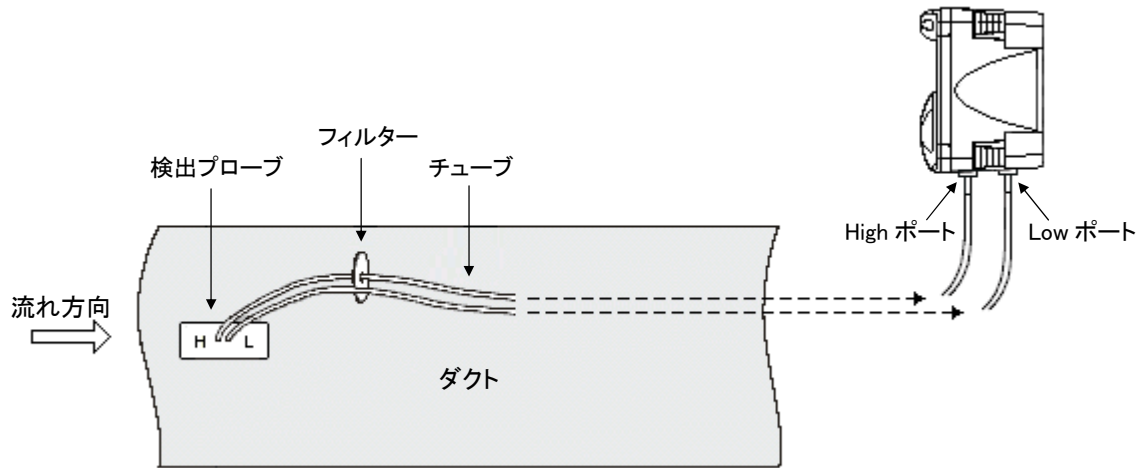

図4. 設置例
- 3) 流れ方向に対して、検出プローブ(H-L)を正しく取り付けます。(図4参照)
- 4) 検出プローブからのチューブを、センサ本体の接続口に正しく差し込みます。(図4参照)